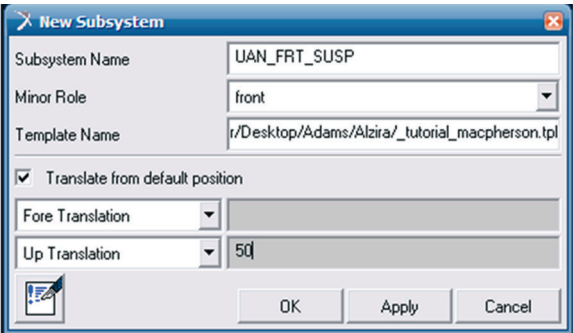

Figura 4.134 – Criando o Subsystem da suspensão.
- A Figura 4.134 ilustra o preenchimento dos campos da caixa de diálogo que será aberta. No campo *Minor Role*, selecione *front*, caracterizando, portanto, uma suspensão dianteira. No campo *Template Name*, selecione o arquivo (extensão *.tpl*) correspondente à suspensão *Macpherson*, criada nos passos anteriores (finalizado na Etapa 21). Certifique-se que